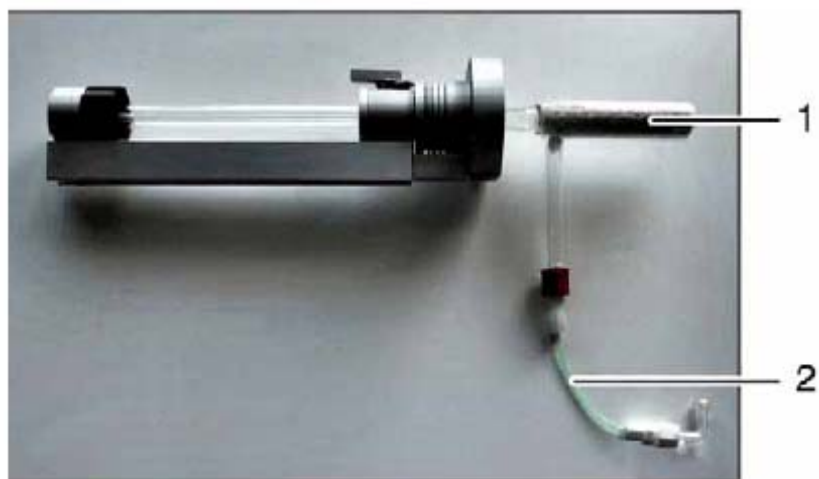

图 100 插入反应管
7. 将填充的反应管往固体测定模块中的内环推，直到听到咔嚓声（图 100）。